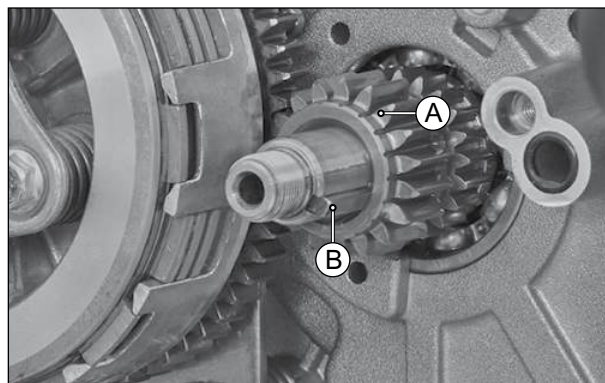

Fig. 3.118
- Remova a engrenagem de acionamento da bomba de óleo (A) e a chaveta paralela (B) do lado direito do conjunto da árvore de manivelas. (Fig. 3.118)